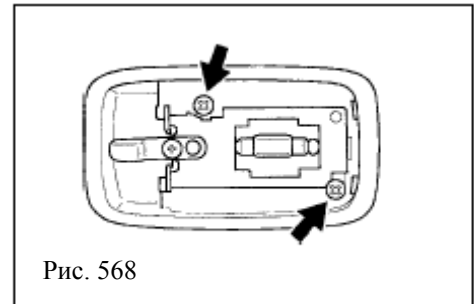

Рис. 568
- б.** Открутите 2 винта и отсоедините блок внутренней лампы на потолке(рис. 568)